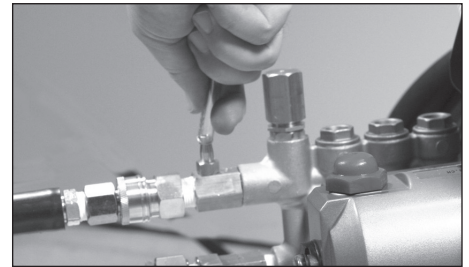

Figure 10 - Fixez le tube d'aspiration à la tête
2. Glissez le boyau de détergent de plastique transparent sur la barbelure de boyau de laiton (voir Figure 10).